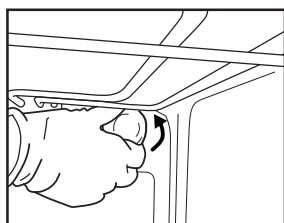

Fig. 8
2. Dévissez le cache de l'ampoule (Fig. 8), remplacez l'ampoule (reportez-vous à la Remarque pour en connaître le type), puis revissez le cache.